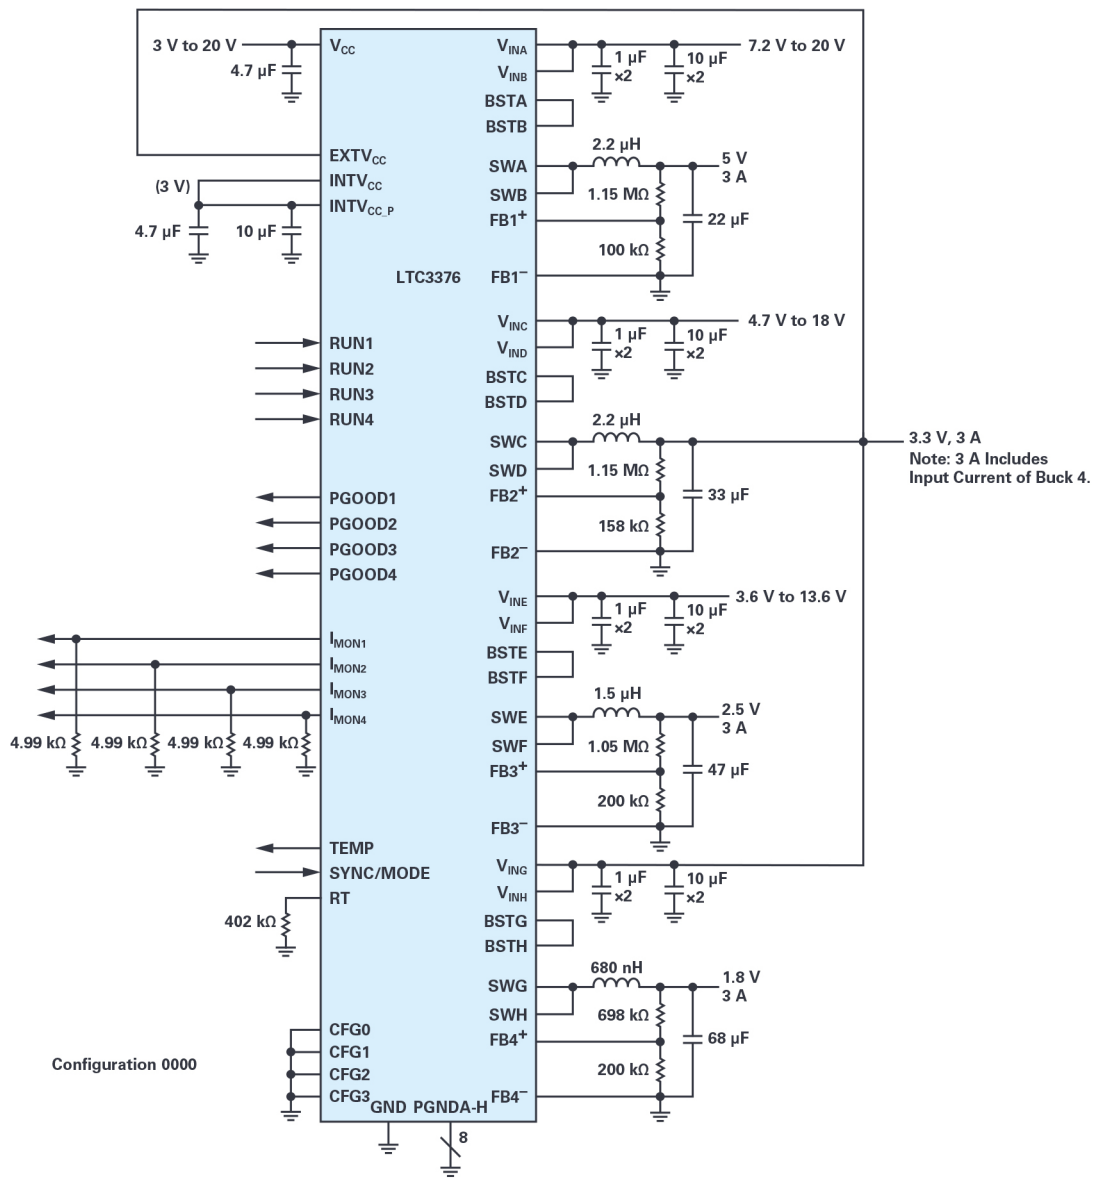

图2. 典型的四通道输出应用电路。
- ▶ 五种四通道降压配置，每种四个电感，总电流12 A（参见图2）。